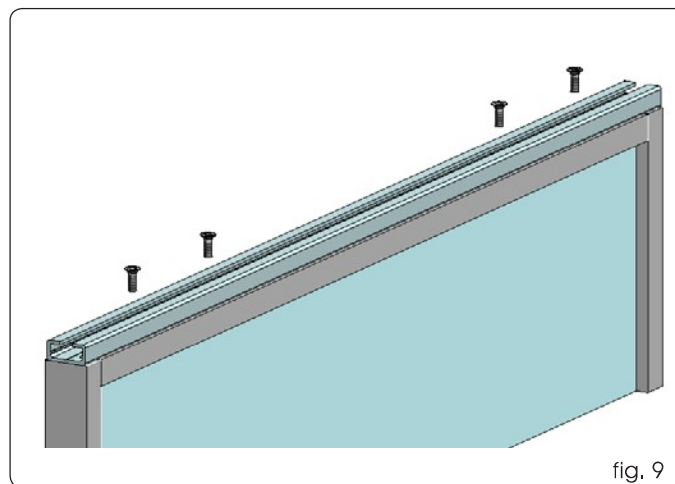

fig. 9
1. Fixer au vantail le profil de la patte d'attache du vantail coupé de la même longueur et le fixer avec des vis adéquates sur la partie supérieure (fig. 9).